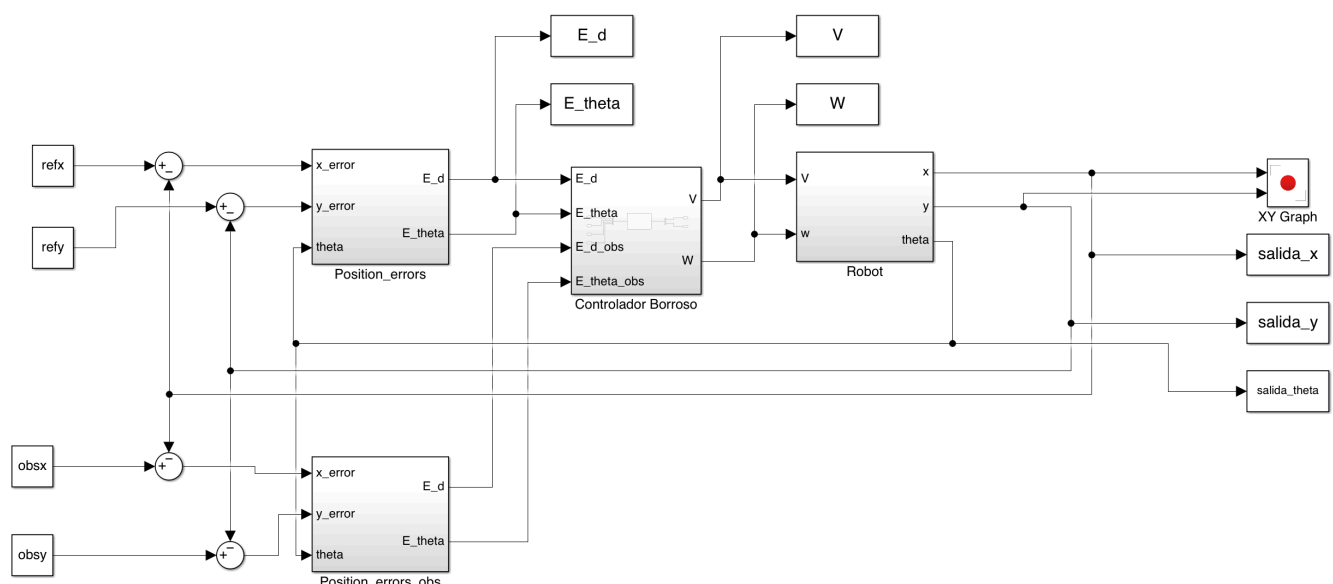

Figura 2. Esquema general de un control de posición con evitación de obstáculos
El esquema de control propuesto se describe mediante el diagrama de bloques de la Figura 2 en el entorno Matlab/Simulink:
- d) Evalúe el controlador diseñado utilizando el diagrama de bloques de la Figura 2. Llame a ese diagrama 'EvitarObstaculo.slx' y proponga valores de las variables *refx*, *refy*, *obsx* y *obsy* en los que el robot esté obligado a esquivar el obstáculo y muestre las trayectorias seguidas por el robot.
- e) Sustituya los bloques *refx* y *refy* del diagrama de la Figura 2, por el sistema generador de trayectorias utilizado en la primera parte de la práctica. Proponga valores de *obsx* y *obsy* en los que el robot esté obligado a esquivar el obstáculo y muestre las trayectorias seguidas por el robot en este caso.